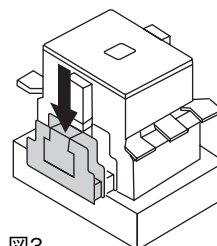

図3
- (3) 補助接点ユニットを本体の補助接点ユニットと同じ位置まで押し込んでください。（図3）